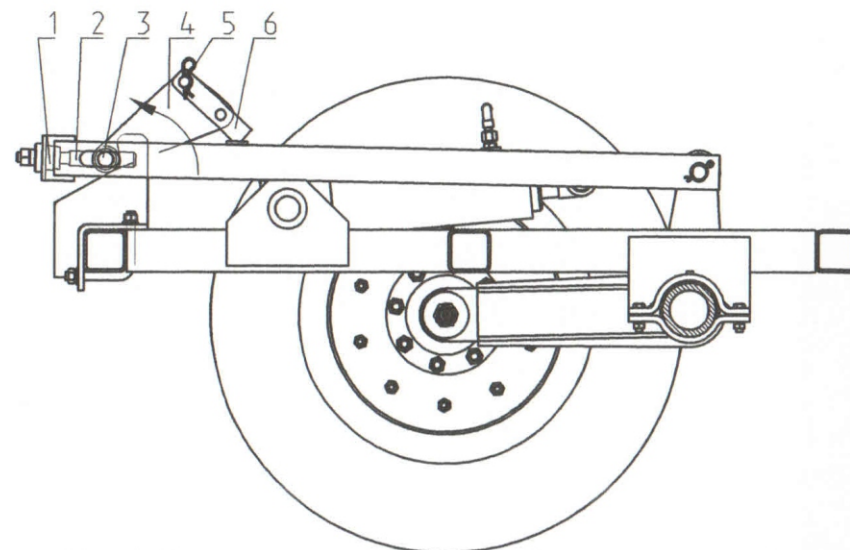

Рис.8 Положение транспортного фиксатора при работе культиватора.
3.3.3. При работе культиватора транспортный фиксатор применяется для изменения глубины хода рабочих органов центральной секции (Рис.8). Вкручиванием или выкручиванием регулировочного винта поз.2 изменяется положение опорных колес центральной секции культиватора и, тем самым, регулируется глубина хода рабочих органов.